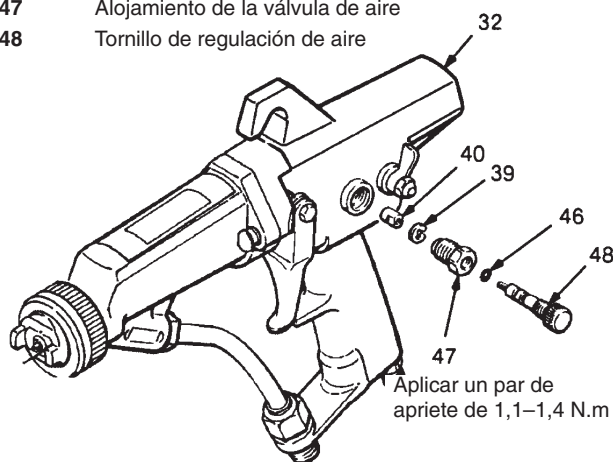

Fig. 22
1. Girar el botón de ajuste de abanico (48) completamente en *sentido horario*.
2. Colocar una llave sobre las partes planas del alojamiento de la válvula de aire (47) y retirarla de la empuñadura (32). Ver Fig. 22.
3. Retirar el anillo de retención (39).
4. Girar el tornillo de regulación de aire (48) en el *sentido horario* hasta que éste se desenclave de las roscas del alojamiento de la válvula. Extraer el tornillo de regulación del alojamiento de la válvula (47).
5. Limpiar todas las piezas y examinarlas para detectar trazas de desgaste o daños. Si se debiere reemplazar la junta (40), desenroscarla girándola en el *sentido antihorario* y retirarla del tornillo de regulación.
6. Aplicar un producto de estanqueidad para roscas de grado medio a las roscas pequeñas que se encuentran en el extremo del tornillo de regulación (48) y colocar una nueva junta (40). (*Recuérdese de que el tornillo tiene roscas hacia la izquierda*).
7. Al volver a montar la válvula de aire de abanico, lubricar la junta tórica (46) y las roscas del tornillo de regulación (48) con jalea de petróleo.
8. Después de haber instalado el anillo de retención (39) sobre el tornillo de regulación (48), desatornillar el tornillo de regulación del alojamiento de válvula (47) hasta que quede contra el anillo de retención.
9. Aplicar pasta de PTFE a las roscas del alojamiento de la válvula (47) y colocarla en la empuñadura (32). Aplicar un par de apriete al alojamiento de 1,1–1,4 N.m.